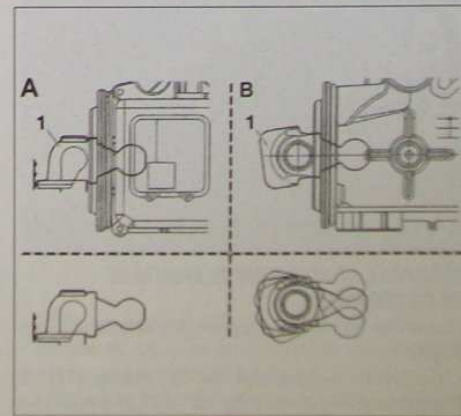

FIG.4
- Position de démontage de l'actionneur (Fig.4) :
- A. Le levier de passage des vitesses (1) doit être en position basse.
- Contrôler que le levier est en position de montage (Fig.4).